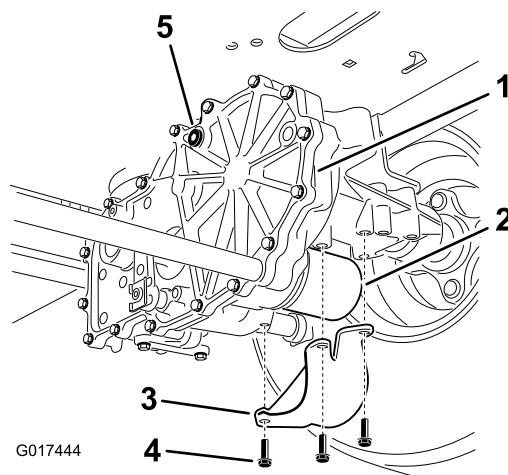

Рисунок 69
4. Найдите фильтр и ограждения на каждой системе привода с коробкой передач (Рисунок 69).
5. Отверните 3 винта крепления ограждения фильтра и снимите ограждение (Рисунок 69).